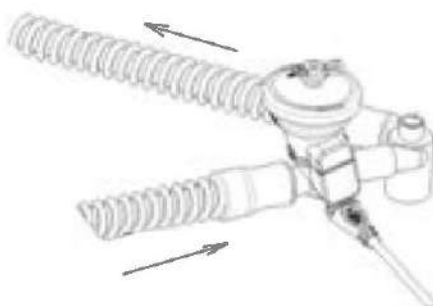

Рисунок 4.18 – Подключение микропомпового небулайзера к неонатальному дыхательному контуру
2) С неонатальным дыхательным контуром применять генератор типа В (из комплекта поставки небулайзера), подключать в патрубков вдоха перед тройником пациента (рисунок 4.18).